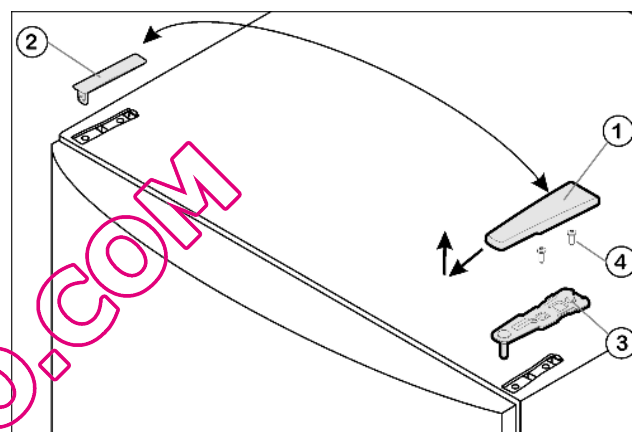

Fig. 4
- Tirer le cache Fig. 4 (1) vers l'avant et l'enlever par le haut.
- Retirer le cache Fig. 4 (2).
- Dévisser la charnière supérieure Fig. 4 (3) (2 vis Torx 25) Fig. 4 (4) et l'enlever par le haut.
- ▶ Placer la charnière supérieure *Fig. 4 (3)* sur le nouveau côté charnière dans la porte.
- ▶ Visser le support d'appui supérieur avec un couple de serrage de **4 Nm** (2 Torx 25) *Fig. 4 (4)*. Pointer les trous de vissage ou utiliser une visseuse sans fil.
- ▶ De l'extérieur, poser puis encliqueter le cache *Fig. 4 (1)* et le cache *Fig. 4 (2)* sur le côté opposé.